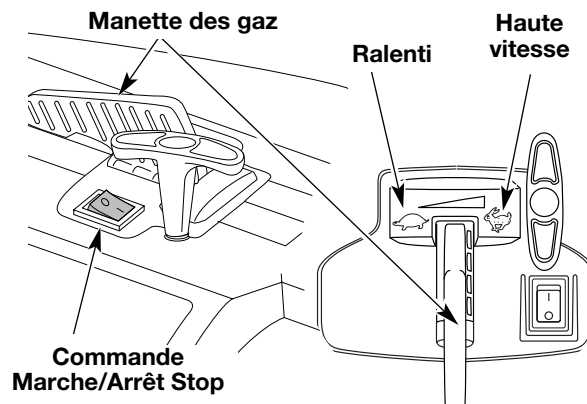
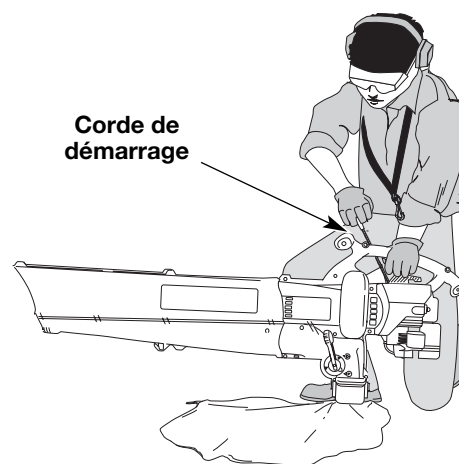

Fig. 9
Fig. 11
AVERTISSEMENT: éviter le démarrage accidentel. Se tenir en position de démarrage pour lancer le moteur (Fig. 11). Lors du démarrage, l'opérateur et l'outil doivent être en position d'équilibre afin d'éviter le risque de blessures graves. D'autre part, pour le démarrage, l'outil doit toujours être posé sur une surface propre et ferme. Les matériaux tels que le gravier, le sable, la poussière, l'herbe, etc. peuvent être aspirés par l'admission d'air et projetés par la sortie de l'outil.
REMARQUE : Il n'est pas nécessaire de faire démarrer la machine. La commande On/Off (Arrêt/Marche) est en position ON (I) en permanence (Fig. 9). La manette des gaz conserve sa position jusqu'à ce que vous la déplaciez. La position de haute vitesse est à droite.
4. Mettre l'outil en position de démarrage (Fig. 11). Mettez la manette des gaz en position de ralenti (☛) (Fig. 9).